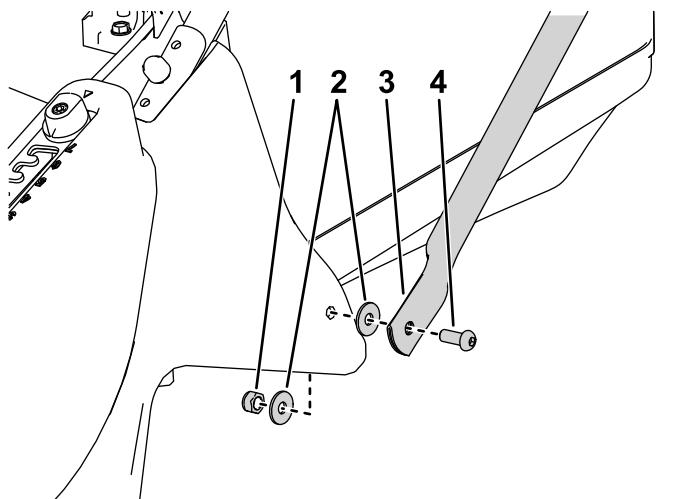

Figure 4
3. Fixez la base des barres de renfort de chaque côté du plateau de coupe à l'aide d'un boulon, de rondelles plates à l'intérieur et l'extérieur du plateau, et d'un contre-écrou (Figure 4).